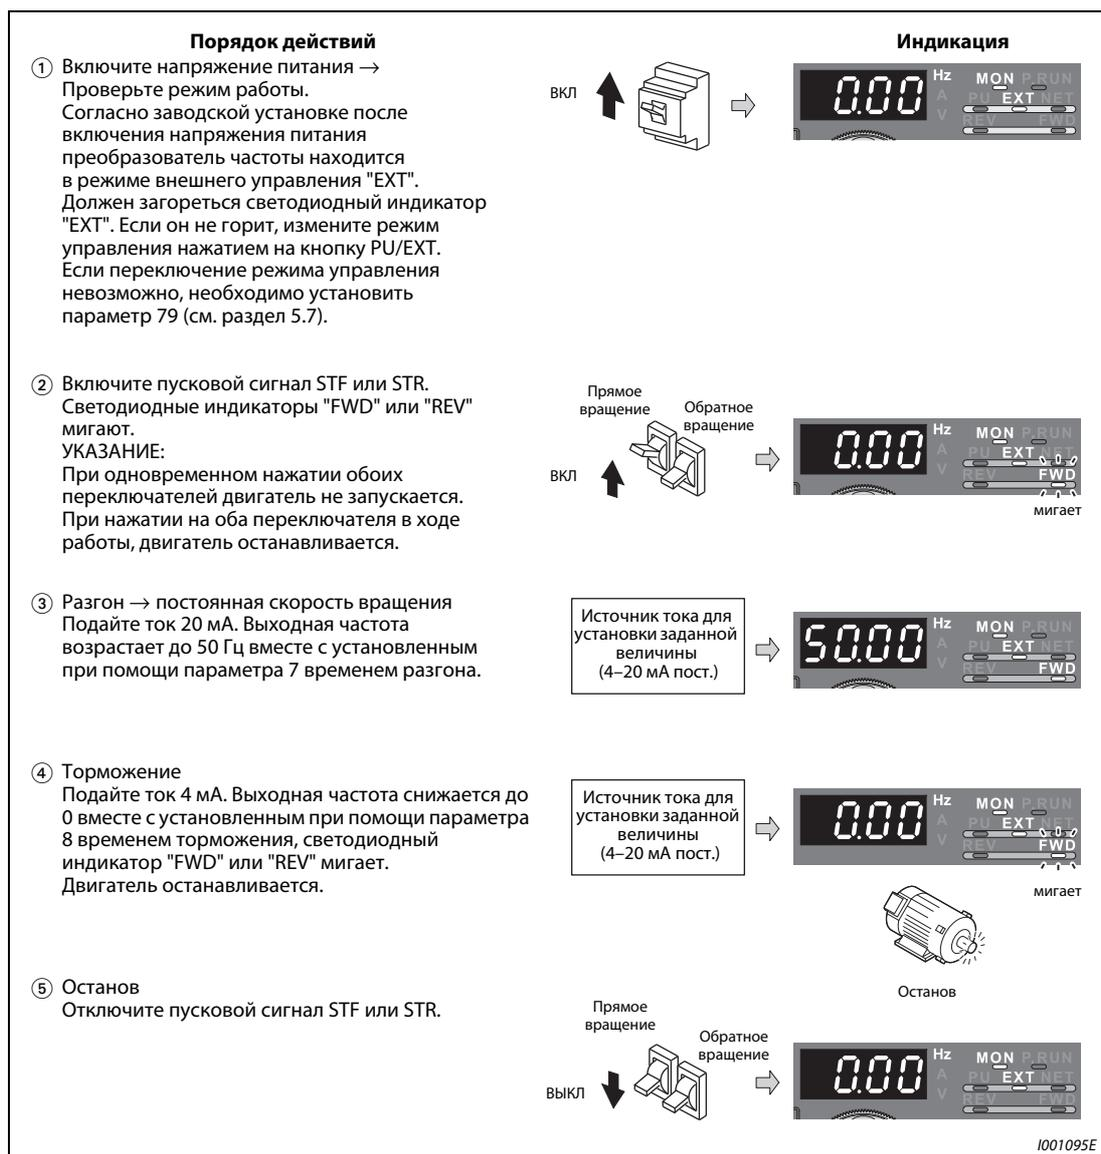

Рис. 4-30: Работа преобразователя частоты при аналоговой установке заданной величины тока
① Вращайте диск цифрового набора до появления сообщения "P.126" (параметр 126) на индикаторе.
② Нажмите на кнопку SET, чтобы вывести на экран текущее значение. Появится установленная производителем величина "50.00" (50.00 Гц).
③ Вращайте диск цифрового набора до появления сообщения "40.00". (40.00 Гц).
④ Нажмите на кнопку SET, чтобы сохранить данную величину.
⑤ Дважды нажмите на кнопку MODE, чтобы вывести на индикатор выходную частоту.
⑥ Включите пусковой сигнал STF или STR и подайте ток 20 мА. (см. рис. 4-30 шаги ② – ⑤).